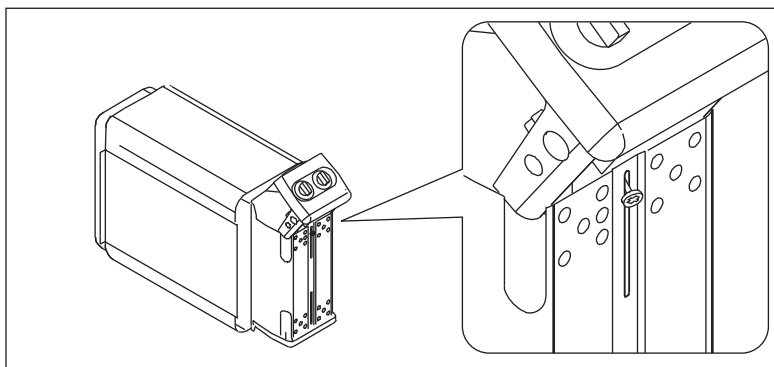

Рисунок 8. Подключение соединительного кабеля
4. Когда кабель присоединен, торцевая часть с приборами управления осторожно возвращается в электрокоробку. См. рис. 8. Перед затяжкой крепежного шурупа убедитесь, что край электрокоробки находится в дне паза торцевой части.
- Каменка гибким проводом подсоединяется к соединительной коробке (рис. 8: А) на стене сауны. Соединительная коробка должна быть брызгозащитенной и находиться на расстоянии не выше 500 мм от пола.
- В качестве кабеля (рис. 8: В) следует использовать резиновый кабель типа H07RN-F или подобный. **ВНИМАНИЕ! Использование кабеля с ПВХ-изоляцией запрещено вследствие его разрушения под воздействием тепла.**